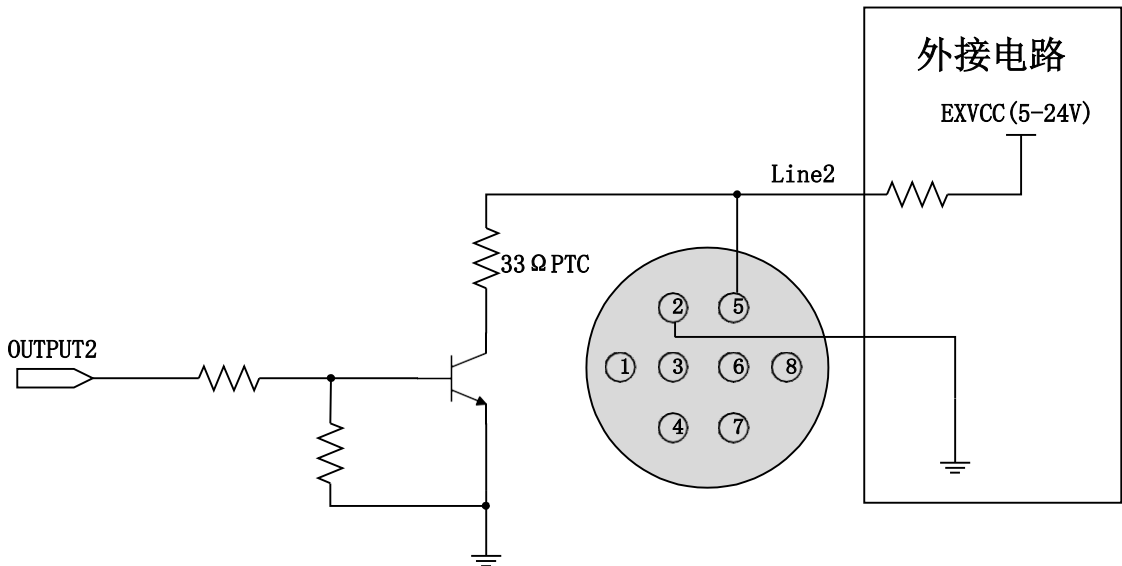

图 3-7 Line2 配置为输出引脚时相机内部等效电路
- Line2/3 配置为输出引脚时, 相机内部等效电路如图 3-7, 以 Line2 为例: